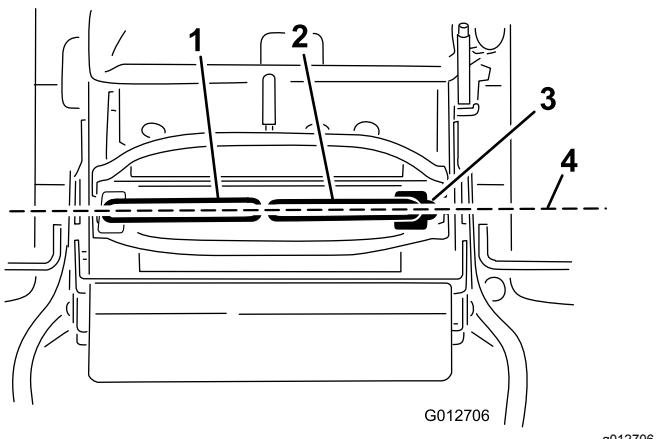

Figura 69
**Importante:** Compruebe que el avance es correcto después de ajustar las palancas de control de movimiento (Figura 69).
1. Cuando termine la alineación horizontal, compruebe la alineación adelante-atrás empujando ligeramente hacia adelante las palancas de control de movimiento para eliminar cualquier holgura del acoplamiento de las palancas de control (Figura 69).